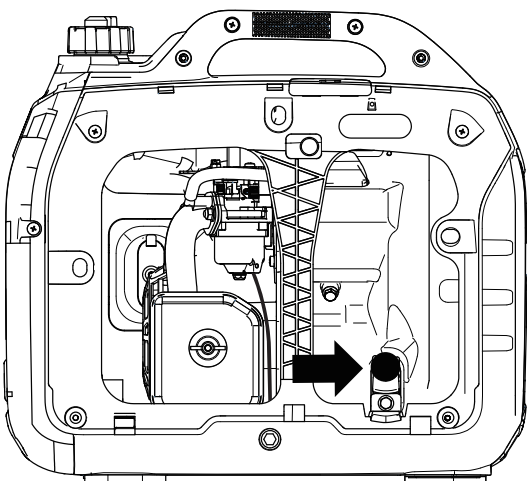

Figure 2: Bouchon de filtre/vidange d'huile
2. Nettoyez la zone autour du bouchon de remplissage/vidange d'huile et retirez le bouchon (voir figure 2).